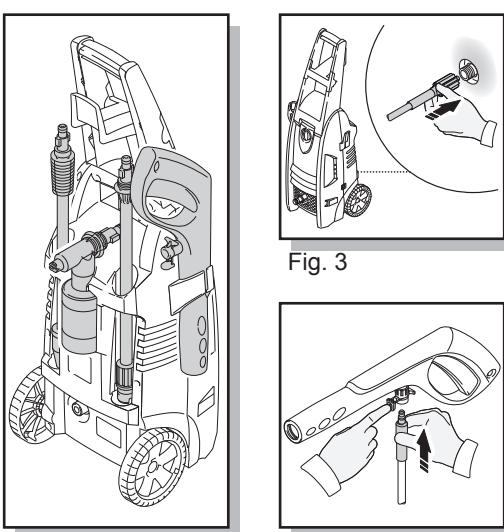

Fig. 2
- Refiérase por favor a (Fig. 2) para ubicaciones accesorias de almacenamiento en la arandela del poder.